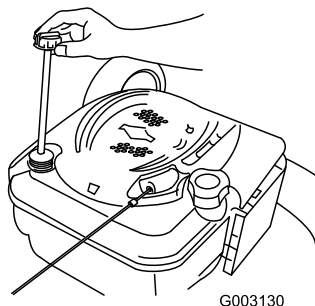

Figura 36
2. Togliete l'asta di livello (Figura 36).